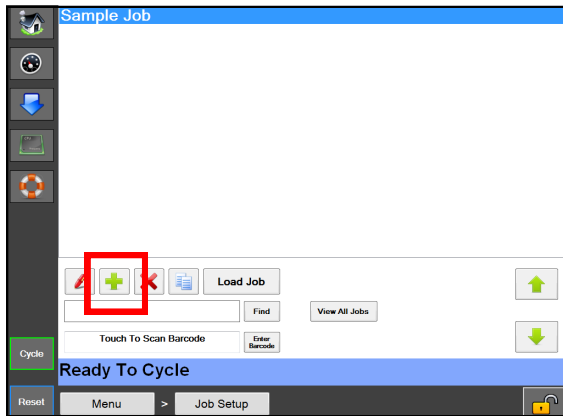

图 5-2A。作业设置屏幕。
2. 在作业设置屏幕按下绿色加号 (+) 按钮。图 5-2A。